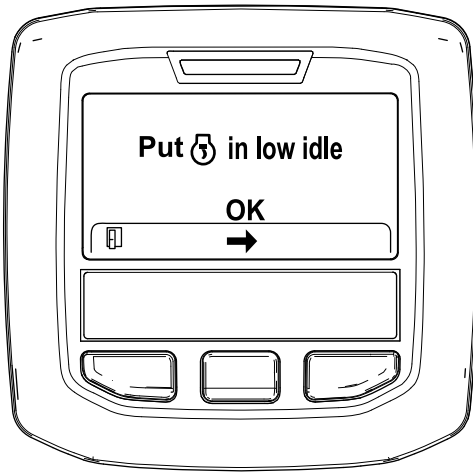

Figure 48
6. Placez la commande d'accélérateur en position de RALENTI et appuyez sur le bouton central (Figure 48).